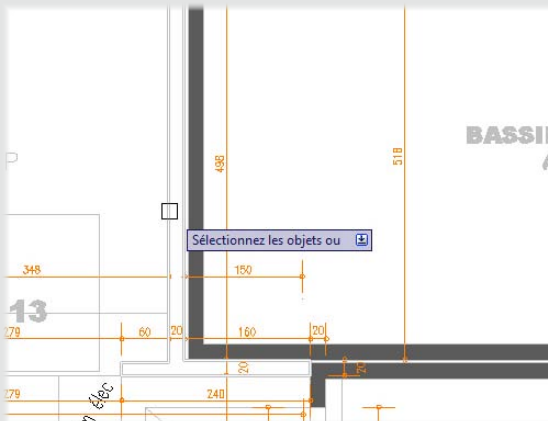

Figure 7
3. Après avoir paramétré la boîte de dialogue Hachures, sélectionnons les objets, autrement dit la polyligne (voir Figure 7).